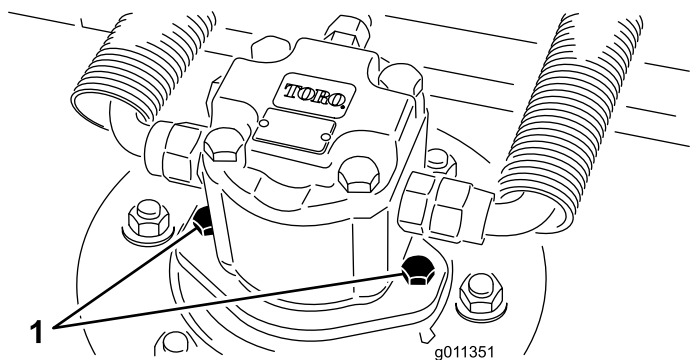

図 90
2. カッティングユニットから油圧モータを外す 図 90。異物がつかないように、スピンドル上部にはカバーを掛けておく。
4. デッキに油圧モータを取り付ける 図 90。Oリングを忘れずに、また、損傷させないように注意して取り付ける。